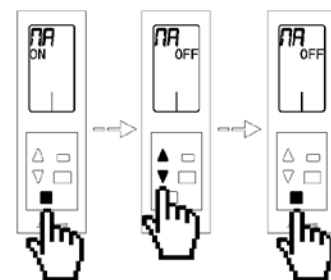

Fig. 102
- **Configuración Termostato Maestro  $\bar{n}R$ :** Muestra la configuración que tiene el termostato. Si es maestro muestra **ON** y si es zona muestra **OFF**. Si desea cambiar configuración del termostato pulse el botón de confirmación , el valor del menú se pondrá a parpadear, esto indica que estamos dentro del menú. Seleccione la opción deseada mediante las flechas  $\Delta$ / $\nabla$  y pulse el botón de confirmación . Si desea salir del menú pulse el botón salir  para volver al menú anterior. (Fig. 102)